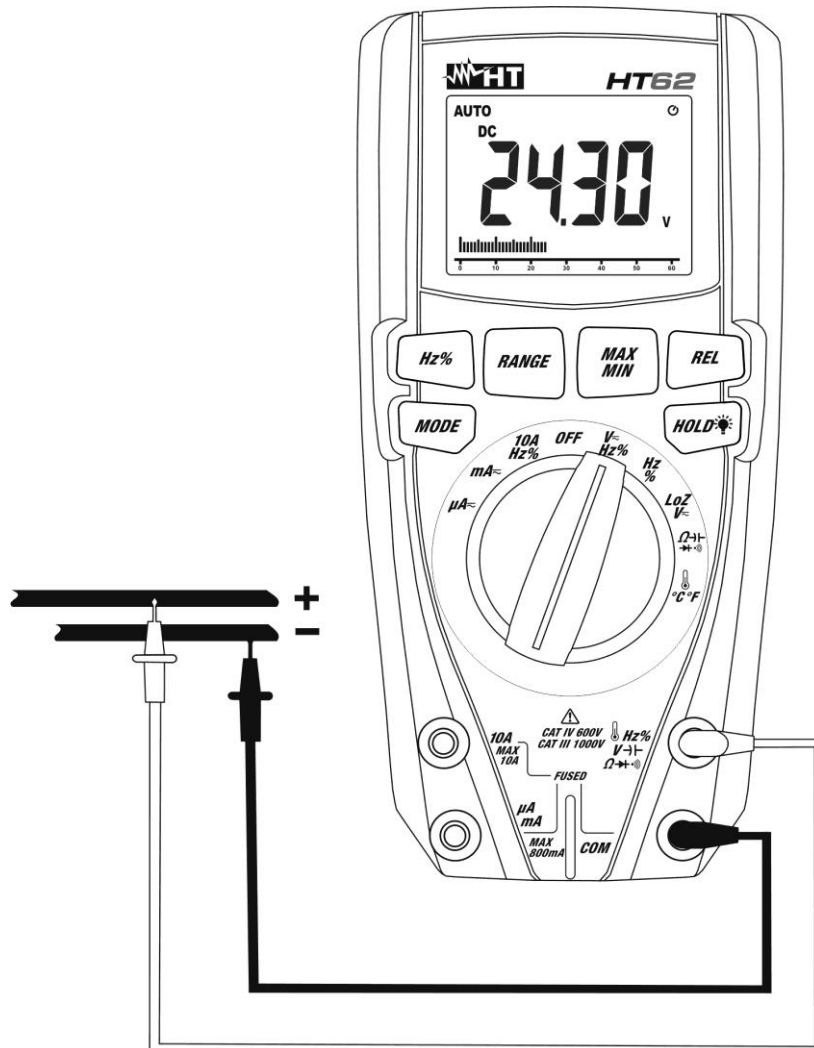
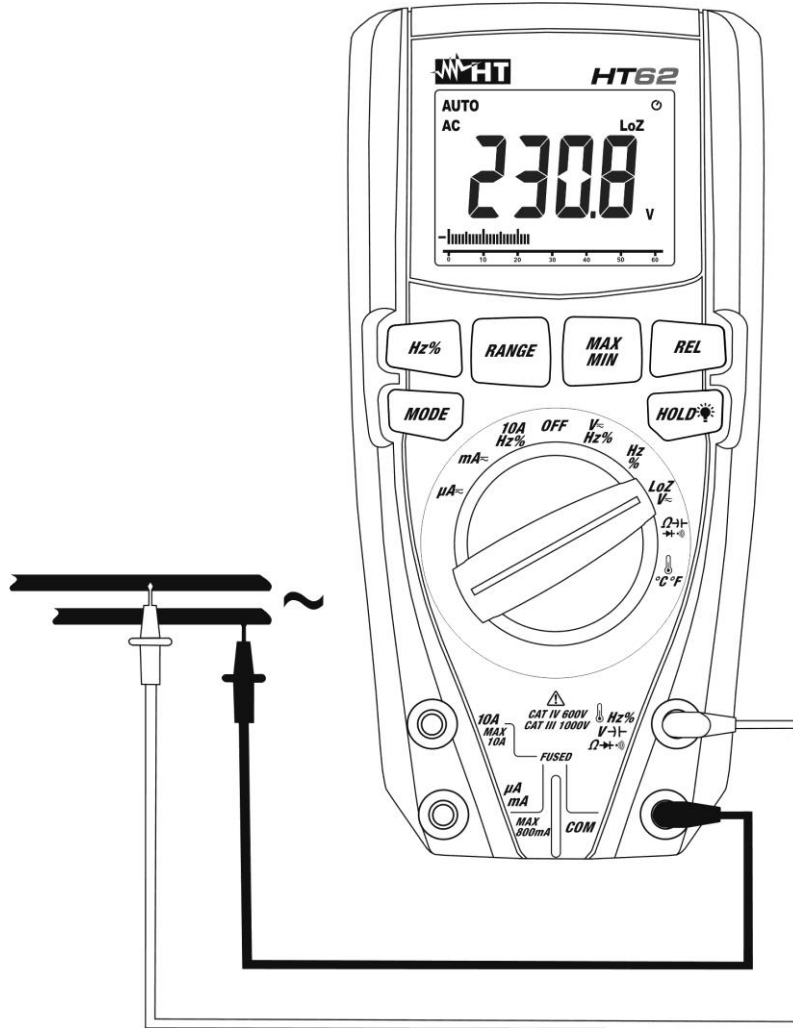

Abb. 2: Verwendung des Gerätes für Gleichspannungsmessung
Abb. 4: Verwendung des Gerätes für Spannungsmessung mit niedriger Impedanz (LoZ)
4. Verbinden Sie die rote Messleitung und die schwarze Messleitung mit dem jeweils positiven und negativen Potenzial des zu messenden Kreises (siehe Abb. 2). Der Spannungswert erscheint auf dem Display.
6. Das Symbol "-" auf dem Display des Gerätes gibt an, dass die Spannung die umgekehrte Richtung mit Bezug auf den Anschluss in Abb. 2 hat.
4. Verbinden Sie die rote Messleitung und die schwarze Messleitung mit den gewünschten Messpunkten des zu messenden Kreises (siehe Abb. 4) oder mit dem jeweils positiven und negativen Potenzial des zu messenden Kreises (siehe Abb. 2). Der Spannungswert erscheint auf dem Display.
6. Das Symbol "**-**" auf dem Display des Gerätes gibt an, dass die Spannung die umgekehrte Richtung mit Bezug auf den Anschluss in Abb. 2 hat.